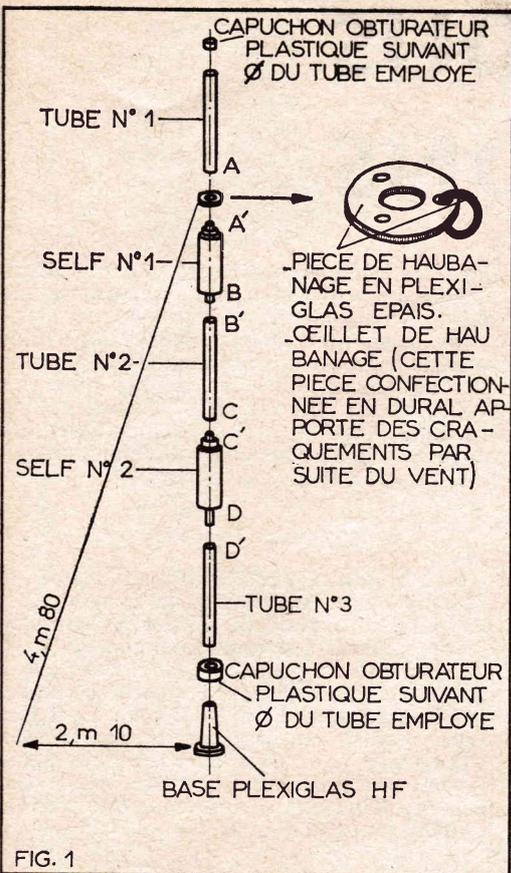

FIG. 1
Le thyatron constitue bien, après le tube au néon trop difficile à contrôler, l'équivalent parfait de l'interrupteur mécanique. Nous pouvons le placer (fig. 4) directement en parallèle sur l'organe à modifier, donc dans la position exacte de l'interrupteur I ou I' (fig. 1). Tant que nous restons en-dessous de la tension d'amorçage, le thyatron se comporte comme une résistance presque infinie et n'exerce donc qu'une influence très limitée et même nulle, sur le comportement
4. — Les trois thyatrons remplissent exactement la même fonction que les interrupteurs de la figure 1.